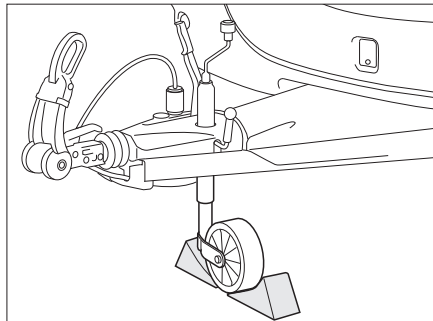

Bild 171 Stützrad sichern
- Das Stützrad quer zur Fahrtrichtung stellen und mit geeigneten Hilfsmitteln sichern (Bild 171).